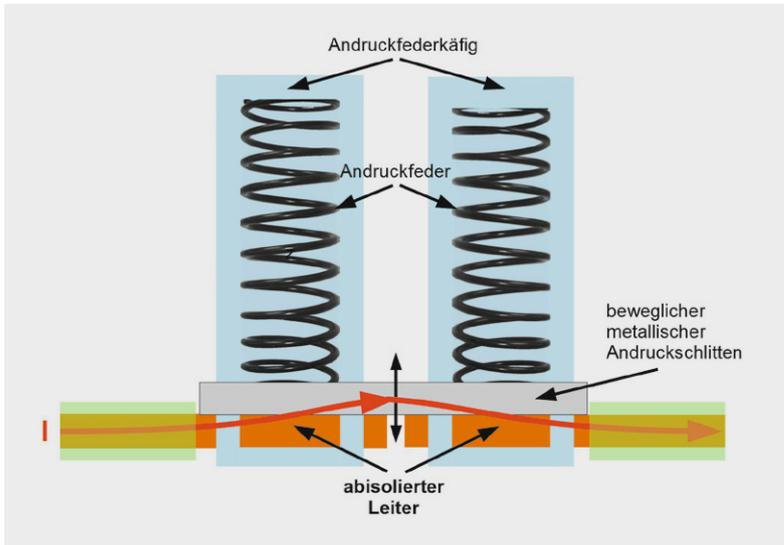

Bild 7: Funktionsprinzip einer Schraubenfederklemme
**Federklemmen.** Bild 7 zeigt das Prinzip einer Federklemme, bei der Schraubenfedern einen beweglichen metallischen Verbindungsschlitten auf die absolierten Leiterenden drücken und dieser den Strom von einem Leiterende zum anderen transportiert. Die Vorteile gegenüber einer Schraubklemmverbindung liegt in dem stets angemessenen Kontaktdruck, der das Fließen der Kupferleiter (Kaltfluss) minimiert. Ein verbleibendes Setzen, durch welche Einflüsse auch immer hervorgerufen (Vibrationen, Erhitzen ...), wird durch das Nachrücken des Verbindungsschlittens unter dem Federdruck kompensiert. Der Kontaktdruck bleibt also erhalten.